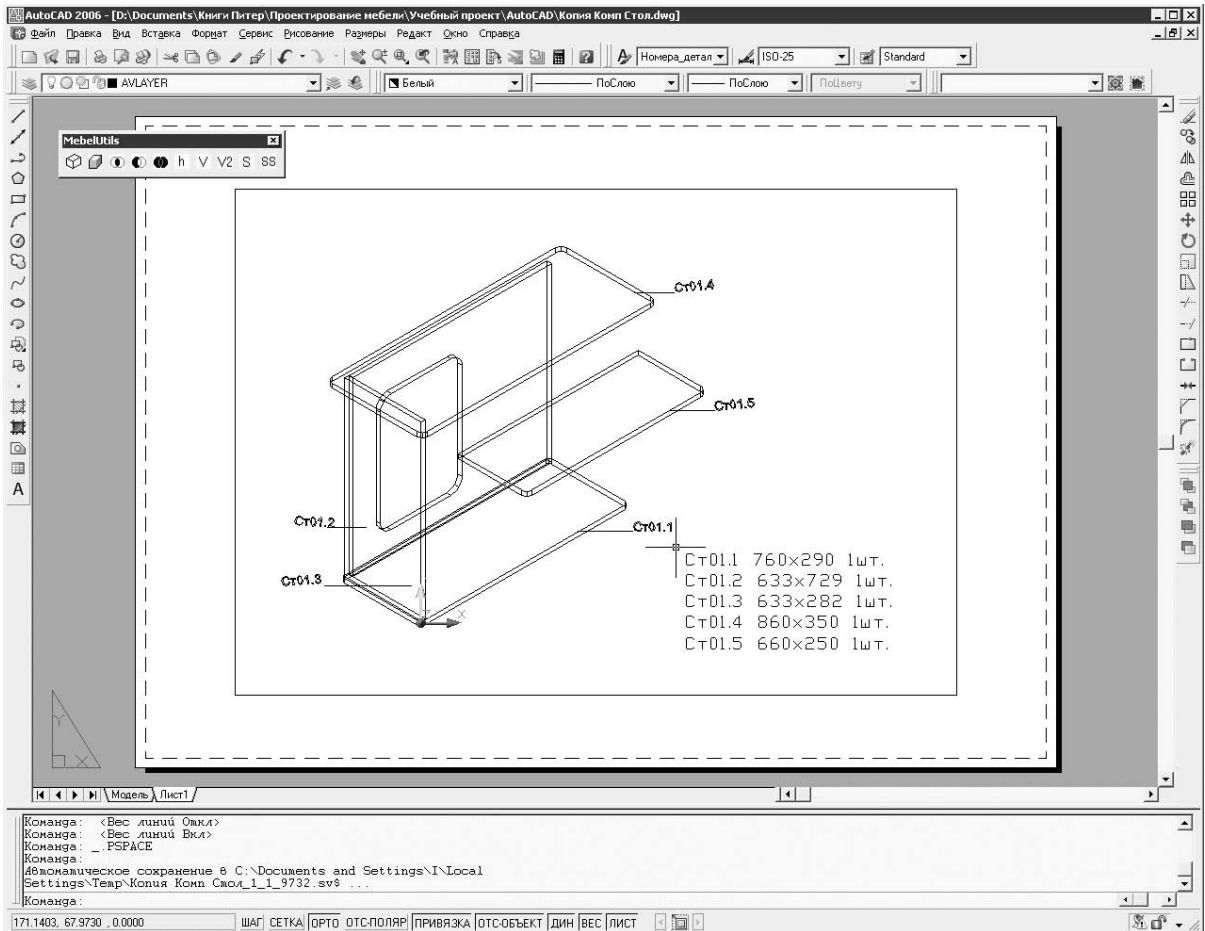

Рис. 5.33
11. Выполним команду Данные ▶ Вывести список на чертеж — откроется окно программы AutoCAD. Щелкнем кнопкой мыши там, где должен находиться правый нижний угол списка, а затем укажем положение верхнего левого угла — в чертеж будет вставлен список деталей (рис. 5.33).